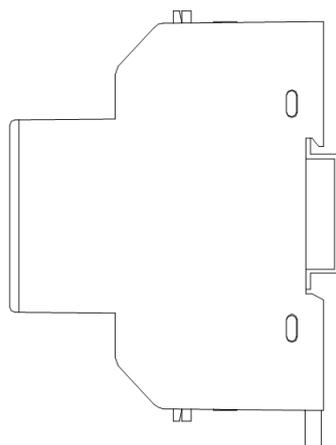
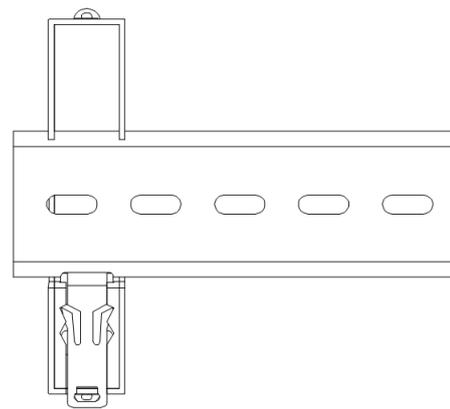

Figura 2: Colocar el equipo en el carril DIN.
Figura 3: Instalar el equipo en el DIN.
- 3.- Colocar el equipo en el carril DIN tal y como se muestra en la **Figura 2**, Empujar hacia arriba el clip para fijar el **CEM-C12c** en el carril DIN, ver **Figura 3**.